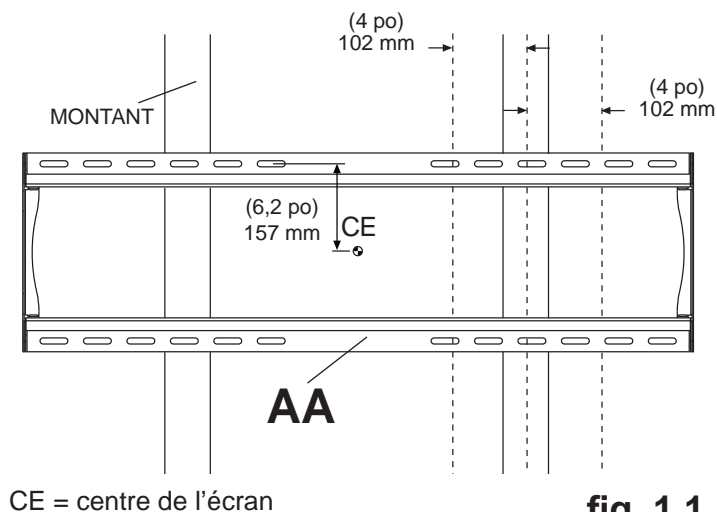
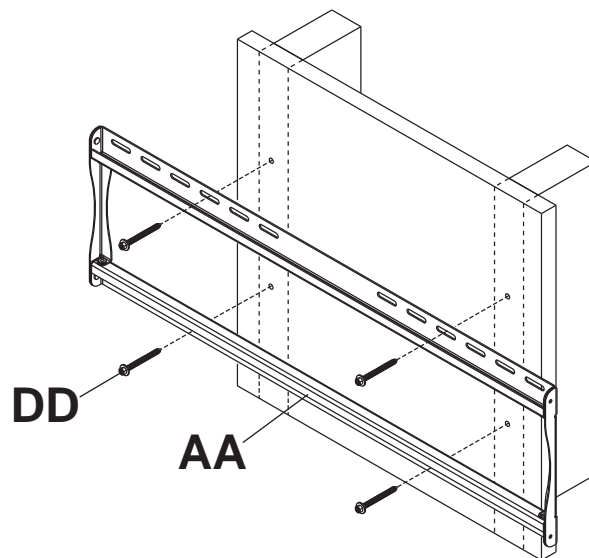

fig. 1.1
fig. 1.2
1 Repérez le bord des montants à l'aide d'un localisateur de montants. L'utilisation d'un localisateur de montants « bord à bord » est fortement recommandée. Après avoir repéré les bords, tracez une ligne verticale le long du centre de chaque montant. Posez la plaque murale sur le mur et utilisez-la comme gabarit. Les fentes de montage supérieures doivent être situées à 157 mm (6,2 po) au-dessus de l'endroit souhaité pour le centre de l'écran comme illustré à la figure 1.1. Mettez la plaque à niveau et marquez le centre des quatre trous de fixation. Veillez à ce que les trous de fixation soient sur la ligne médiane du montant. Percez quatre trous de 4 mm (5/32 po) de dia. et de 64 mm (2,5 po) de profondeur. Veillez à ce que la plaque murale soit de niveau et fixez-la à l'aide de quatre vis à bois n° 14 x 2,5 po (DD) comme illustré à la figure 1.2.
REMARQUE: La plaque murale peut être décentrée de jusqu'à 102 mm (4 po) comme illustré à la figure 1.1.
- 1** 1 Assurez-vous que la plaque murale (**AA**) est de niveau et utilisez-la comme gabarit pour marquer l'emplacement des quatre trous de fixation. Les fentes de montage supérieures doivent être situées à 157 mm (6,2 po) au-dessus de l'endroit souhaité pour le centre de l'écran comme illustré à la figure 1.1 en page 23. Percez quatre trous de 8 mm (5/16 po) de dia. à une profondeur minimale de 64 mm (2,5 po). Insérez les chevilles d'ancrage (**EE**) dans les trous au ras du mur comme illustré (à droite). Posez la plaque murale sur les chevilles d'ancrage et attachez-la à l'aide de vis n° 14 x 2,5 po (**DD**). Assurez-vous qu'elle est de niveau, puis serrez toutes les fixations.